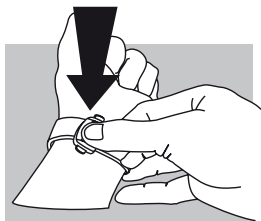

рис. 2
**Как застегнуть (рис. 2):** наденьте Ваши часы OMEGA и застегните застежку, нажав большим пальцем. Нажимайте на застежку до тех пор, пока не раздастся характерный щелчок (рис. 2).